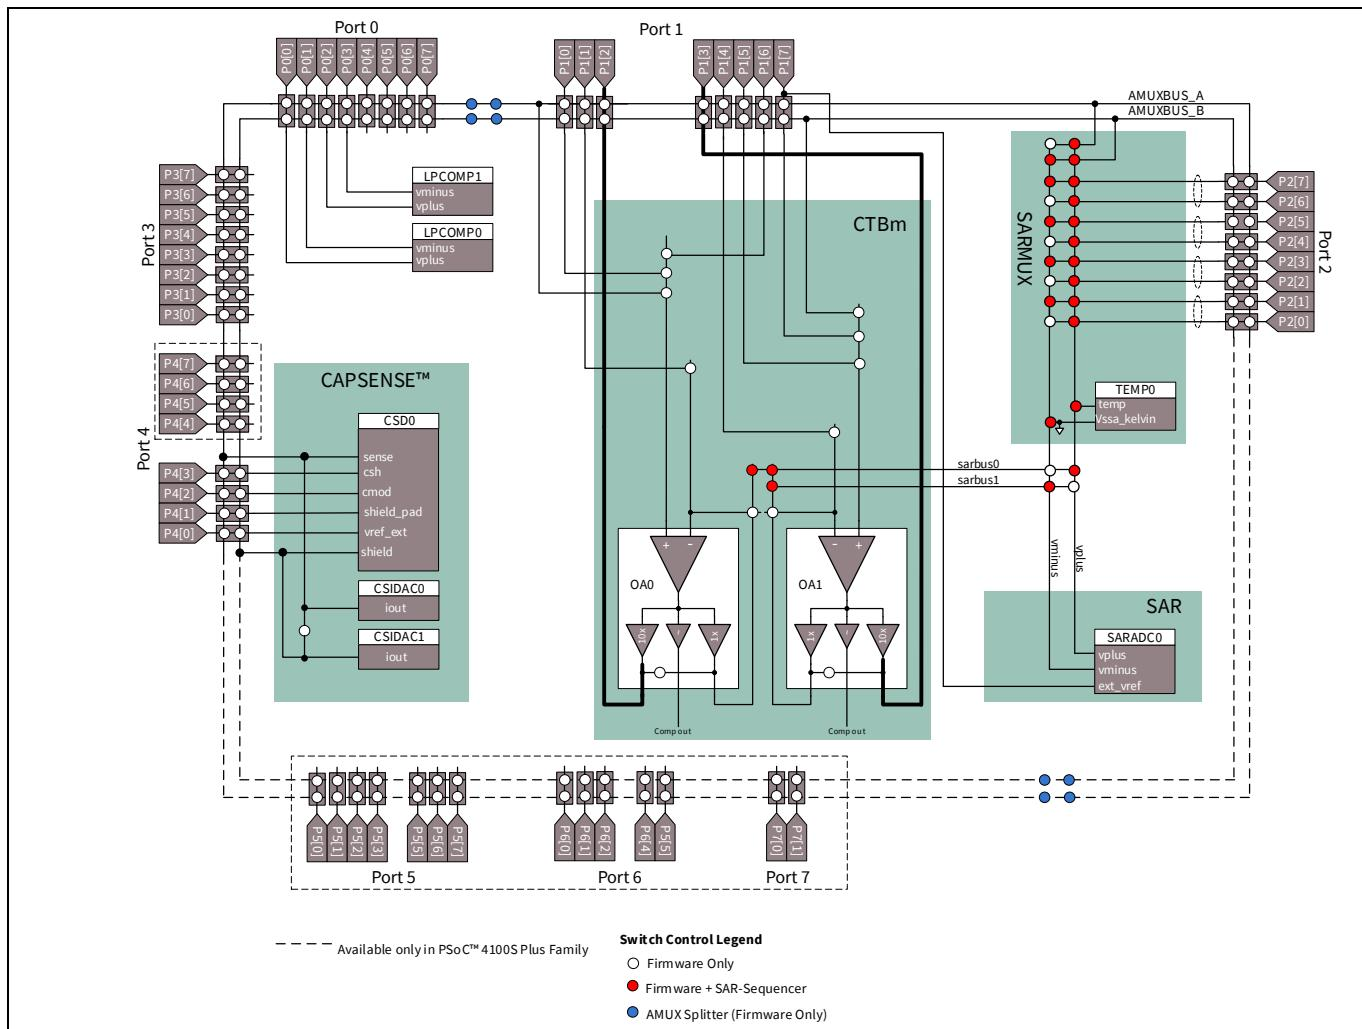
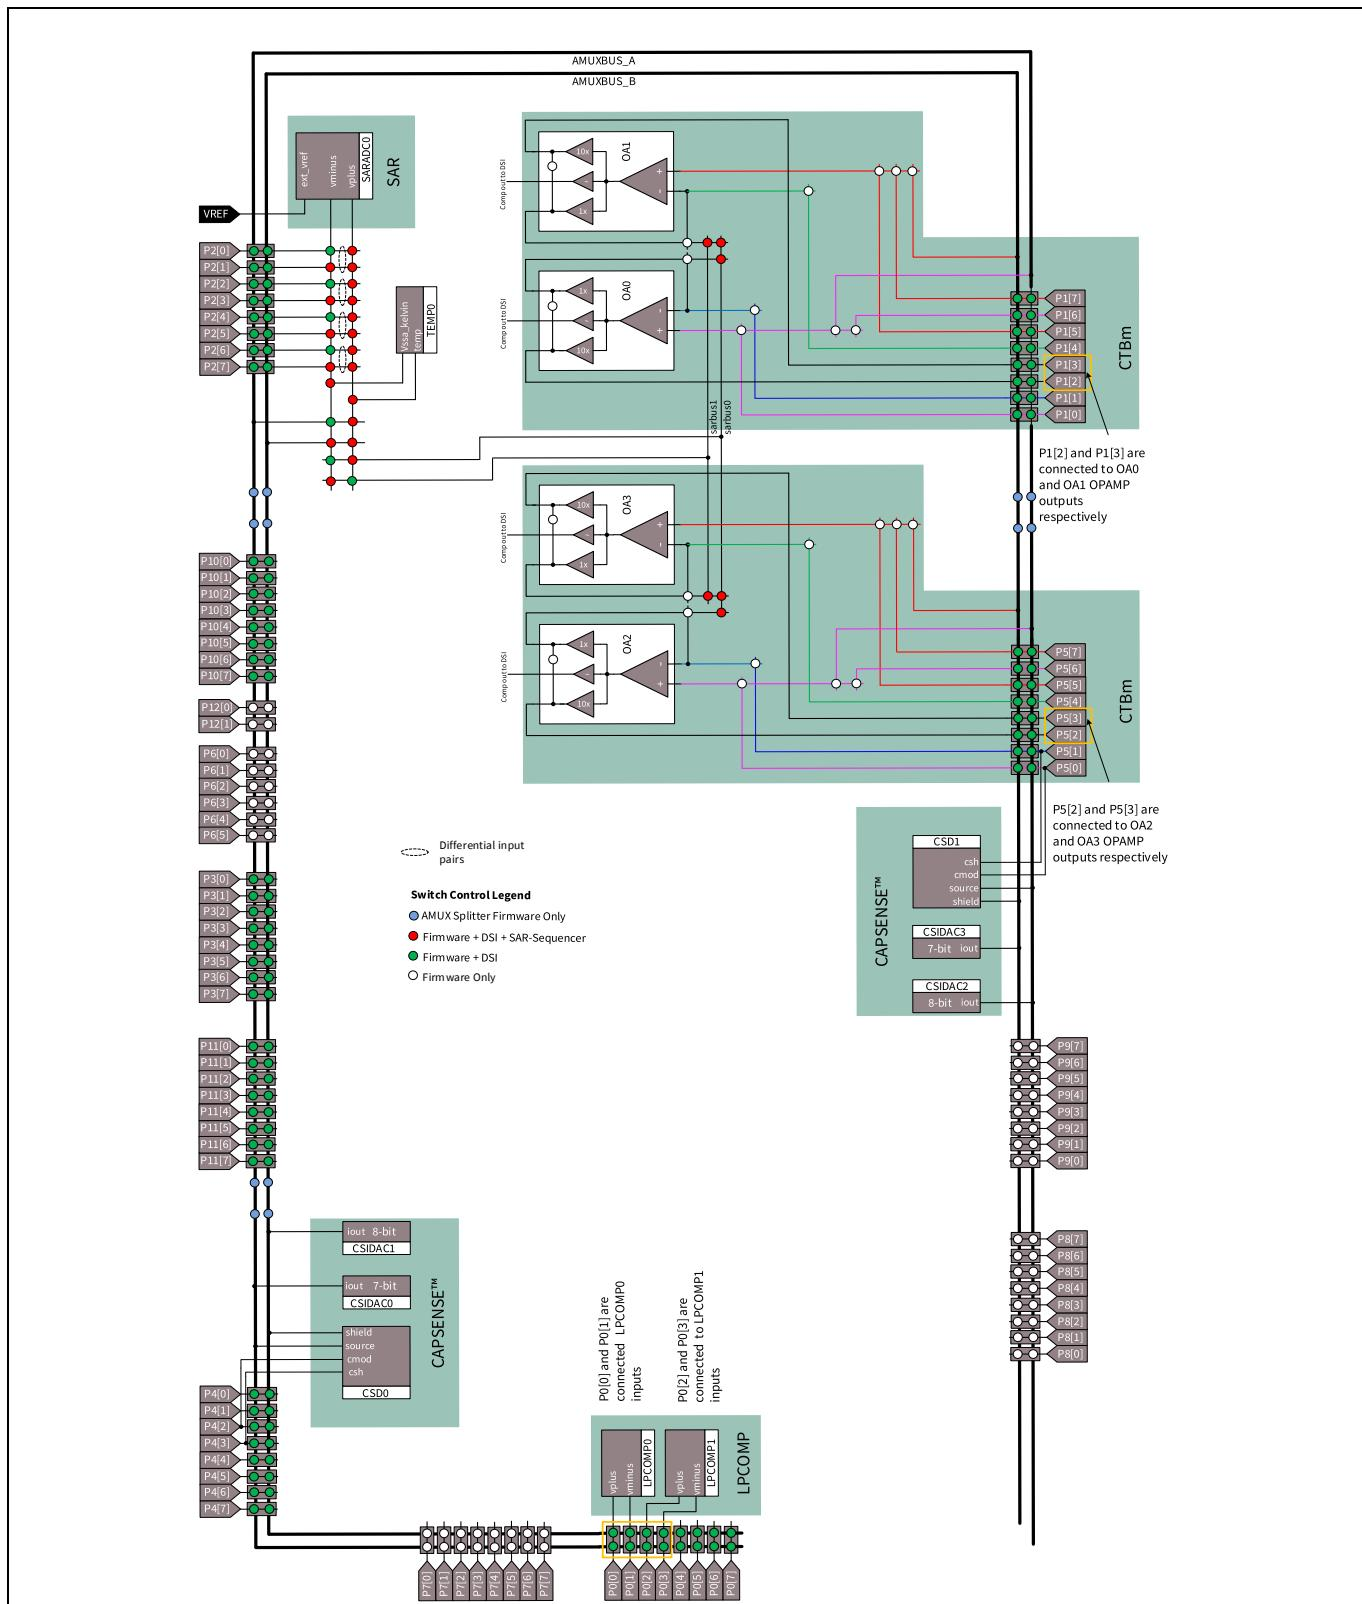

Figure 14 PSoC™ 4100S/4100S Plus アナログ配線図
Figure 17 PSoC™ 4200L アナログ配線図
以下は、他の PSoC™ 4 デバイスのアナログ配線のキーポイントです。Figure 13～Figure 17 を参照してください。
- これらは CAPSENCE™ CMOD およびシールドタンクコンデンサのための専用ピンです。ピンの詳細は Figure 13～Figure 17 を参照してください。
- Figure 14～Figure 17 に示すように、AMUXBUS_A および AMUXBUS_B はスイッチ (青色でマーク) を使用して分割できます。これは、AMUX バスが、入力と出力がシステムで CAPSENCE™ と共に配線されるオペアンプ/コンパレータなどの非 CAPSENCE™ アプリケーションに必要とされる場合、有用です。